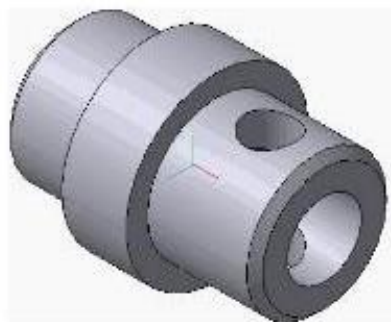

Рис. 3
25. Из панели Вид – Отображение  установите Полутоновое. Сравните результат с образцом (рис. 3).